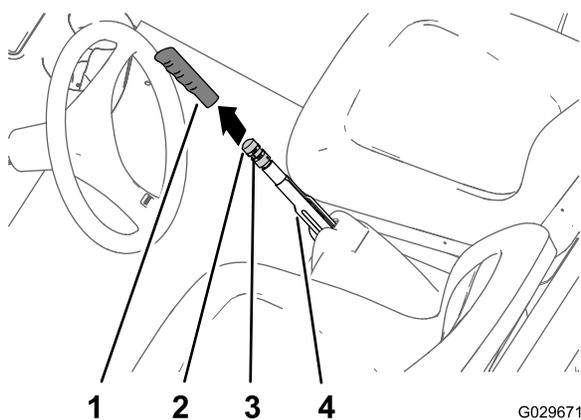

図 47
1. 駐車ブレーキレバーのゴム製グリップを外す 図 47。
2. 駐車ブレーキレバーに調整ノブを固定している固定ねじをゆるめる 図 47。
3. ブレーキレバーを操作するのに必要な力が $133156\text{N m } 4.24.8\text{kg.m}$ となるようにノブを回して調整する 図 47。
4. 固定ねじを締め、ゴム製グリップを取り付ける 図 47。
1. 駐車ブレーキのゴム製グリップを外す 図 47。
2. 駐車ブレーキレバーに調整ノブを固定している固定ねじをゆるめ 図 47、駐車ブレーキをゆるめて、ブレーキ調整ノブをゆるめる。
5. ブレーキを掛けるのに必要な力が $133156\text{N m } 4.24.8\text{kg.m} = 3035\text{ft-lb}$ となるようにノブ 図 47 を回して調整する。
- C. ブレーキを掛けるのに必要な力が $133156\text{N m } 4.24.8\text{kg.m} = 3035\text{ft-lb}$ となるようにノブ 図 47 を回して調整する。
- C. ブレーキを掛けるのに必要な力が $133156\text{N}\cdot\text{m}$ $4.24.8\text{kg}\cdot\text{m} = 3035\text{ft}\cdot\text{lb}$ となるようにノブ 図 47 を回して調整する。
- 固定ねじを締め、ゴム製グリップを取り付ける 図 47。